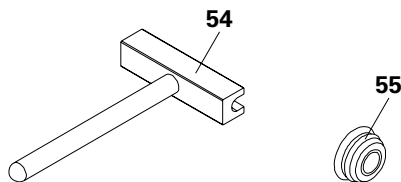

Fig. B8.02
- Chiave per tiranti (54) per l'azionamento del punto di ancoraggio da parte di una persona da un lato.
- Tappo (55) per chiudere i fori di ancoraggio non utilizzati.
- (Fig. B8.02)